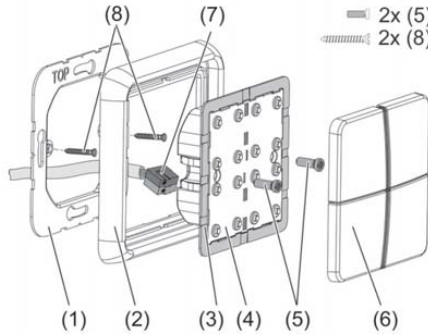

Bild 2: Montering
Montera adapterramen (3) CD4AR framifrån och kontrollera att den är rättvänd på modulen (4) (bild 2). Observera märkningen "TOP" (övre del).